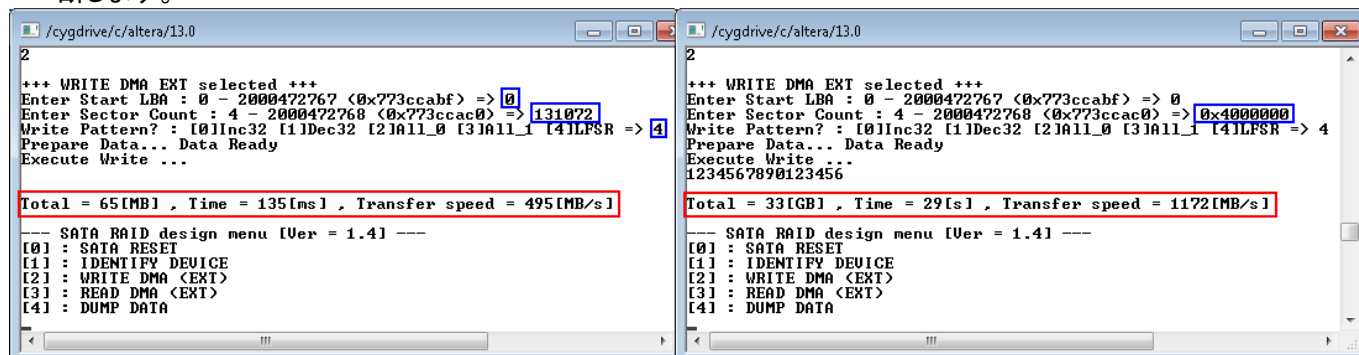
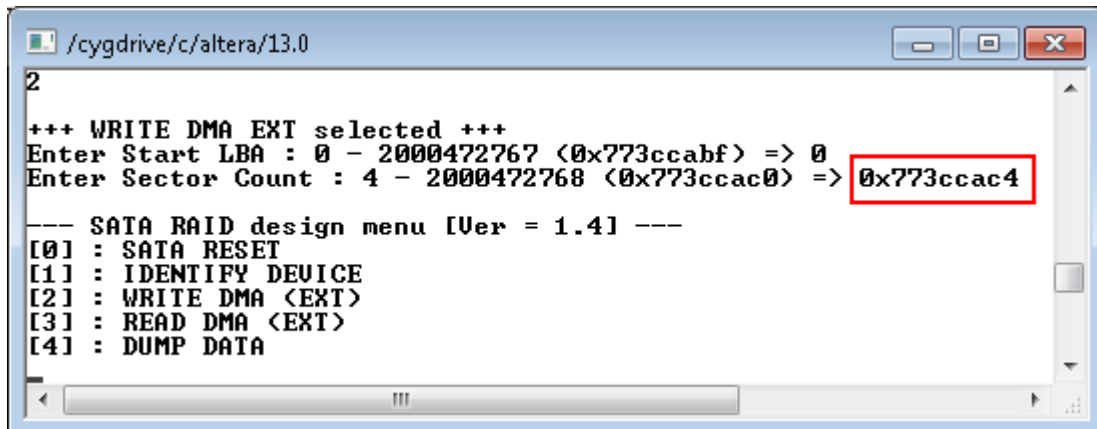
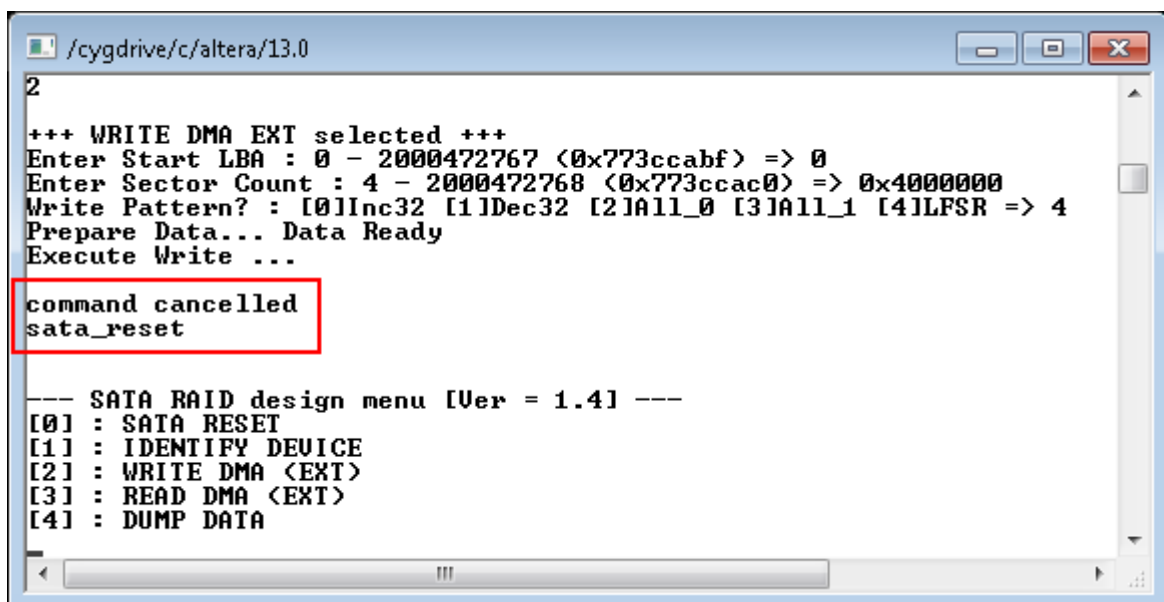

図 10: ライト・コマンド表示画面
図 11: 無効なパラメータ入力によるライト・コマンドの中断
図 12: 実行中のキー入力によるライト・コマンドの中断
- 下図 10 にライト・コマンドの実行画面の例を表示します。このライト・コマンドは図 11 のように無効なパラメータ値を入力するとコマンド実行前に中断します。また、実行中にユーザからの入力があった場合も図 12 のように中断します。